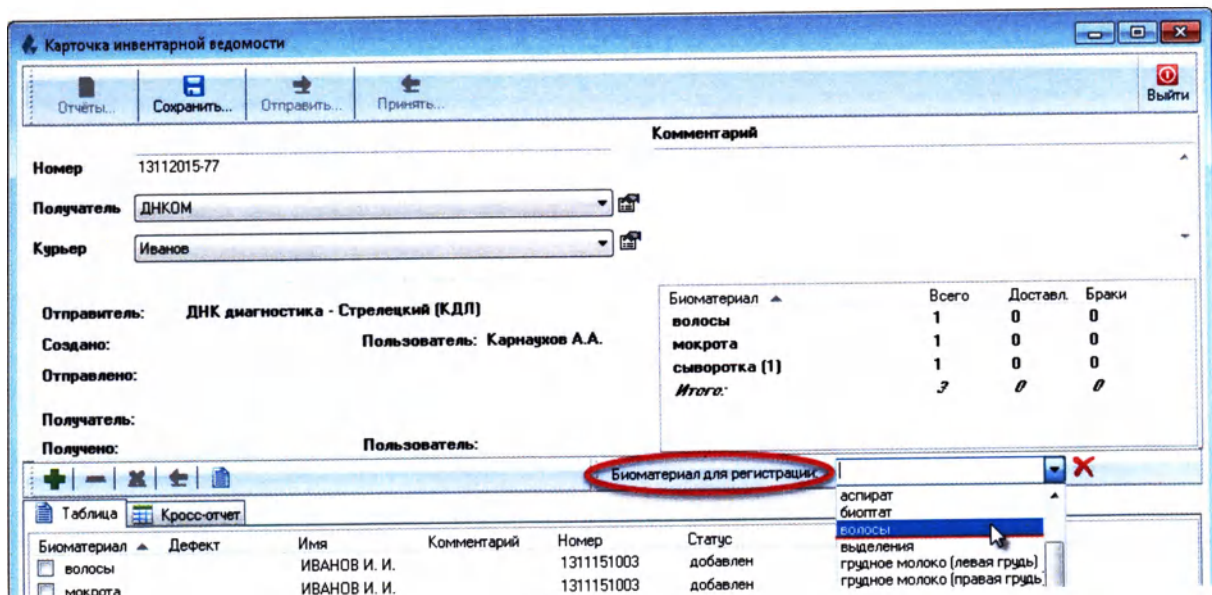

Рисунок 1.9
3. При необходимости укажите биоматериал в поле **«Биоматериал для регистрации»**. Это позволит пропустить шаг 5 и ускорит процесс добавления проб по заданному биоматериалу (Рисунок 1.9):